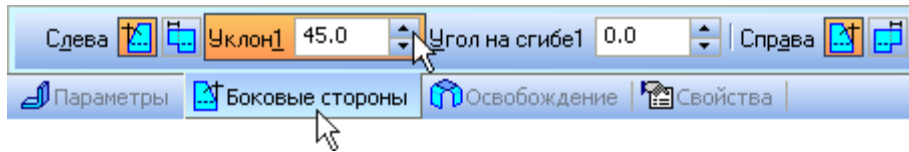

Рисунок 45.
- В группах Слева и Справа введите значение 45 градусов в поля Уклон 1 и Уклон 2 (рис. 45).